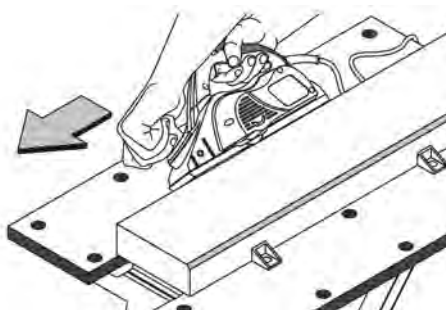

fig. 8 - chanfrando peças
5. Movimente a plaina para frente, fig. 8, sempre tomando cuidado para manter o ângulo de 45°;